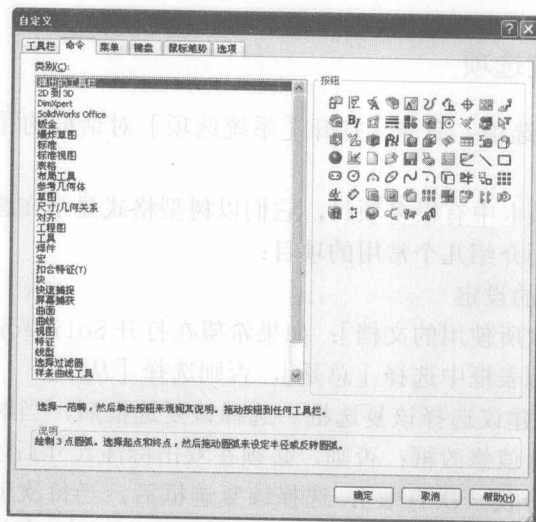

图 1-4 [自定义]对话框的[命令]选项卡
(2) 单击[命令]标签,打开[命令]选项卡,如图 1-4 所示。
(3) 在[类别]一栏中选择要改变的工具栏。